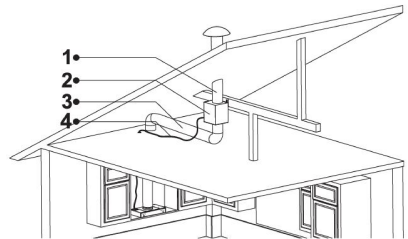

Fig. 20
**11.** ► Anslut utsugskanalerna till motorkabinettet (Fig. 20).